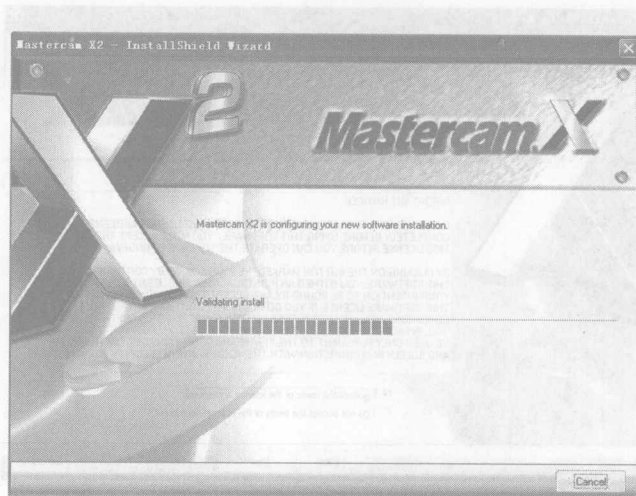

图 1-2 安装进程
- ① 将 Mastercam X2 安装光盘放入光驱, 屏幕上将显示如图 1-1 所示的安装菜单(如果还没有安装 Microsoft. NET Framework 2.0, 则应先安装它)。单击 Install Mastercam X2 按钮, 自动出现安装画面, 如图 1-2 所示。